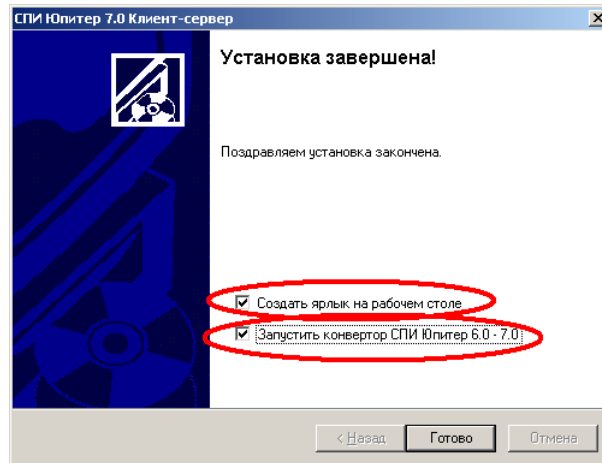

Рисунок 7.1. Последнее окно при установке приложения
- в окне информации о завершении установки установите флаг **Запустить конвертер СПИ Юпитер 6.0-7.х** (рисунок 7.1).